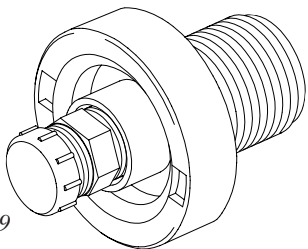

Abbildung 9
2. Das schwarze Ablass-/Füllventil befindet sich beim Portable Modell hinter der Tür und beim Protec Modell unter dem Tritt. *Siehe Abbildung 9.* Die Sicherheitskappe von der in den Ab-/Einlass eingeschraubten Armatur entfernen.